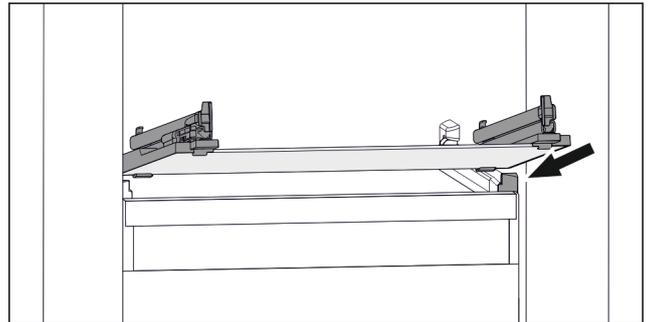

Fig. 47 Rappresentazione esemplificativa del ripiano in vetro
- ▶ Applicare il ripiano in vetro obliquamente dietro i fermi. (vedere Fig. 47)